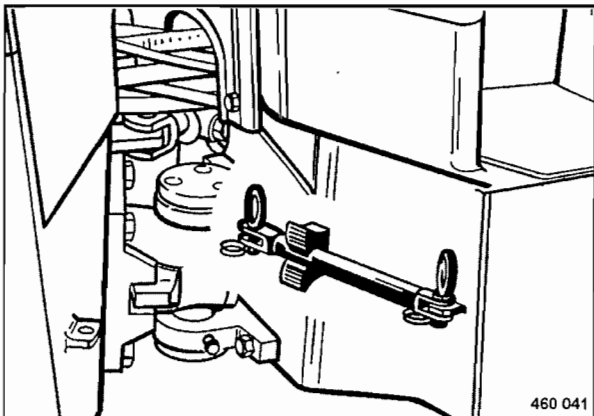

Fig. 73
- Después del transporte hay que volver a soltar el seguro de la articulación de codo fijándolo en su soporte (Fig. 73).